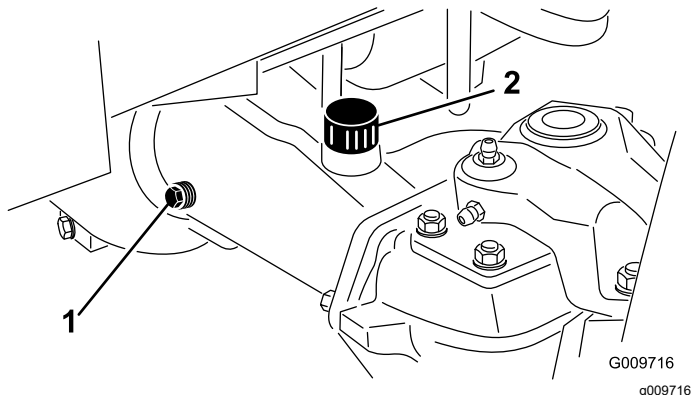

Figura 68
- Retire un tapón de verificación de un extremo del eje (Figura 68) y asegúrese de que el aceite llega al borde inferior del orificio. Si el nivel es bajo, retire el tapón de llenado (Figura 68) y añada suficiente aceite para que el nivel llegue al borde inferior de los orificios de los tapones de verificación.